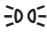

Fig. 73 Junto al volante: mando de las luces (una variante).
- **Encender los faros antiniebla** : Tire del mando de las luces → fig. 73 hasta el primer encastre. El testigo de control  se enciende en verde en el mando.